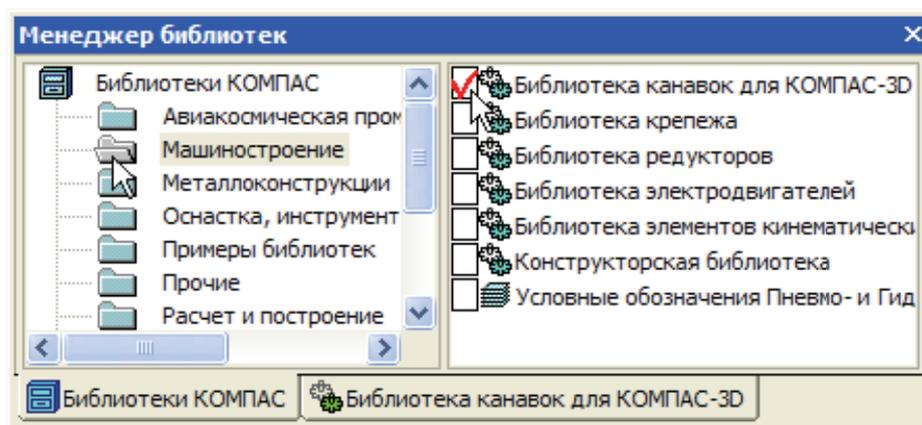

Рис. 7.19
- Нажмите кнопку  **Менеджер библиотек** на панели **Стандартная**. В нижней части экрана откроется окно **Менеджера библиотек** (рис. 7.19).
- Для подключения библиотеки щелкните мышью в пустом прямоугольнике слева от названия **Библиотека канавок для КОМПАС-3D** (рис. 7.19). Появится «птичка».